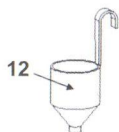

Рис. 1
- Для определения густоты краски, в комплект поставки входит специальная воронка (12)(См. Рис.1).
- Установите бачок для краски (3)(См. Рис.1) на ровной поверхности.
- Пометите над ним воронку (12)(См. Рис.1), как показано на рисунке 3.
- Для включения краскораспылителя вначале следует включить нагнетатель воздуха, нажав клавишу выключателя (1)(См. Рис.1).
- Для распыления краски необходимо удерживать в нажатом положении пусковую клавишу (6)(См. Рис.1).
- Для остановки распыления - отпустите клавишу (6)(См. Рис.1).
- Для выключения краскораспылителя снова нажмите клавишу выключателя нагнетателя (1)(См. Рис.1).
Для изменения площади распыления, установите регулятор (7)(См. Рис.1, 6) в требуемое положение мощности.
- Поверните регулятор струи (7)(См. Рис.1, 6) против часовой стрелки, до тех пор, пока не будет оптимальной формы пятна распыления.